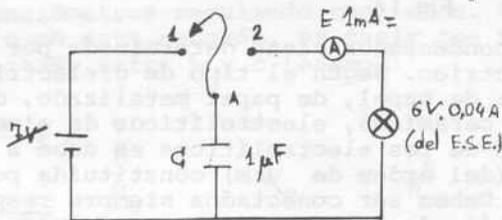

Fig.15
P.2.- Realizar el montaje representado en el esquema adjunto (Fig.15). El conmutador puede simularse por un cable corto conectado en A, tocando con el otro extremo alternativamente 1 (carga del condensador) y 2 (descarga del condensador). Cargar y descargar  $C_1$ . Anotar en el cuadro adjunto la